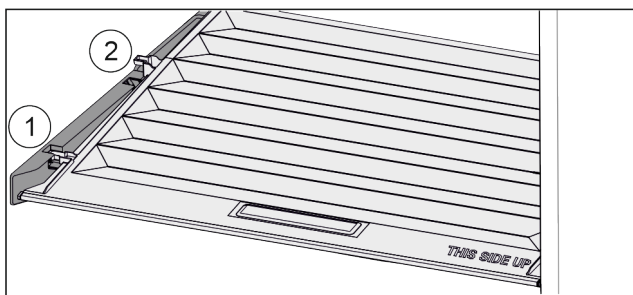

Fig. 84
- ▶ Vytáhněte víko dopředu až k otvoru v přídržných dílech Fig. 84 (1).
- ▶ Vzadu zespodu nadzvedněte a vyjměte směrem nahoru Fig. 84 (2).